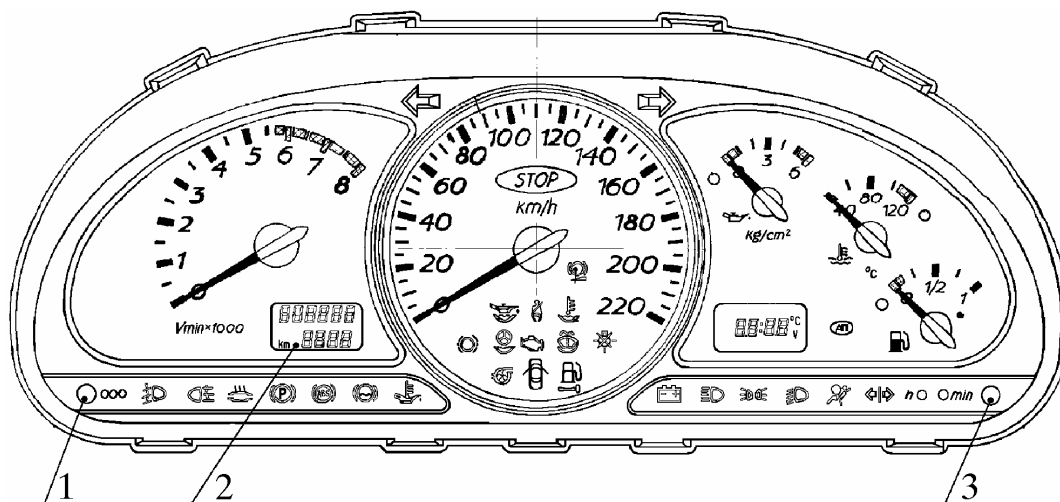

Рис. 1. Проверка самотестированием комбинации приборов:
4.1.1. Проверить работу указателей приборов самотестированием комбинации приборов, нажав при включенном зажигании одновременно кнопку 1 (рис. 1) “000” и кнопку 3 переключения текущего времени суток ЖКИ-2.
4.1.3. Проверить установку счетчика суточного пробега на “0” (показание “0,0”), нажав кнопку “000” (см. рис.1) и удерживая ее не менее 3 сек. Если установка на “0” не происходит, заменить комбинацию приборов по разделу 6.